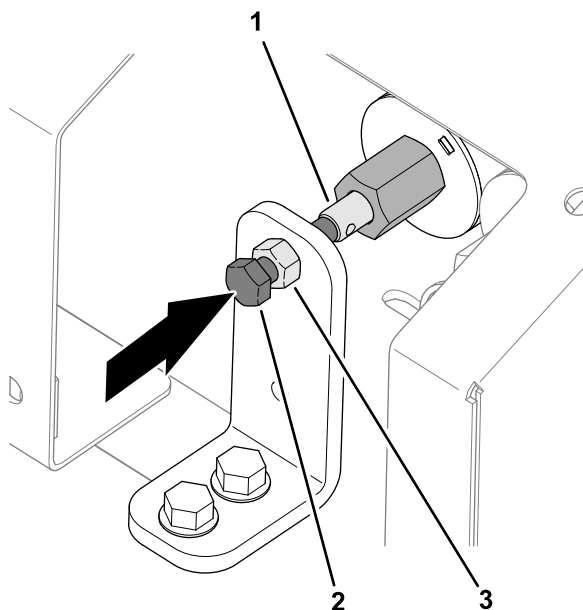

Figura 31
1. Allentate il controdado in corrispondenza della staffa del sistema di esclusione (Figura 31).
2. Ruotate la vite a testa esagonale del sistema di esclusione della valvola in senso orario per aumentare la velocità del piano (Figura 31).